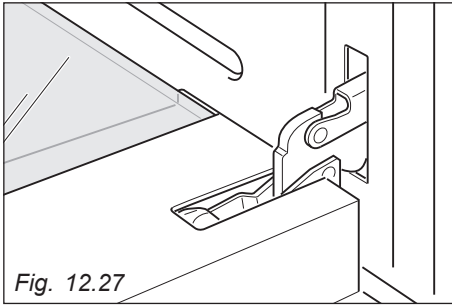

Fig. 12.27
- Fully open the oven door (fig. 12.27).